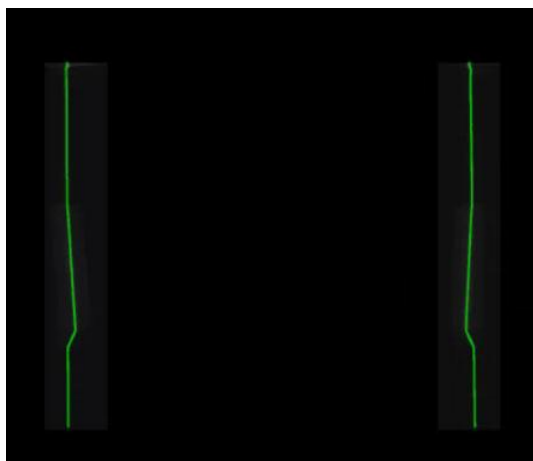

图 3-7 曝光正常示意图
- 点击【单帧检测】。如果显示区检测的目标上出现连续的激光线，说明参数设置合理，如图 3-7 所示。